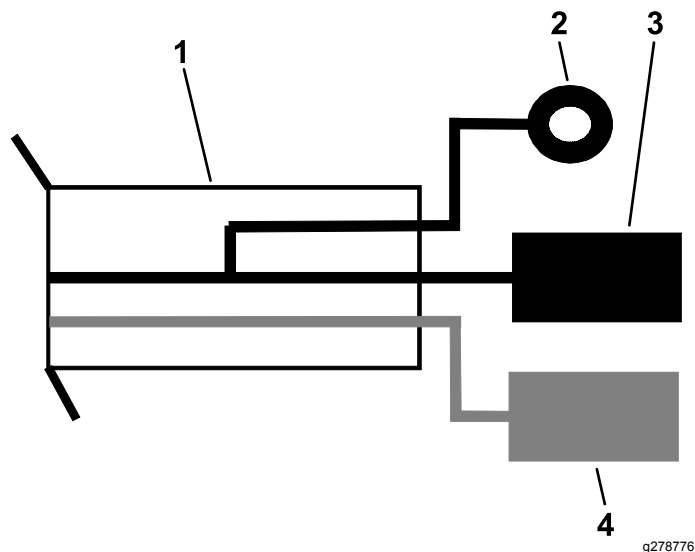

Bild 20
- Schließen Sie das schwarze Erdungskabel am Erdungskabel am Leistungswandler-Kabelbaum an (**Bild 20**).
- Schließen Sie das rote Stromkabel am Stromkabel am Leistungswandler-Kabelbaum an (**Bild 20**).